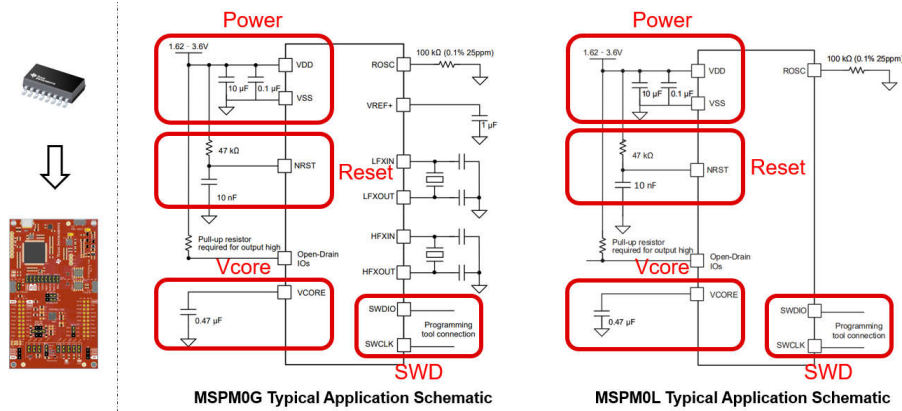

图 2-36. MSPM0 最小系统
3. 对于 MSPM0，可将硬件设计到您自己的电路板中。图 2-36 所示为最小系统设计示例。